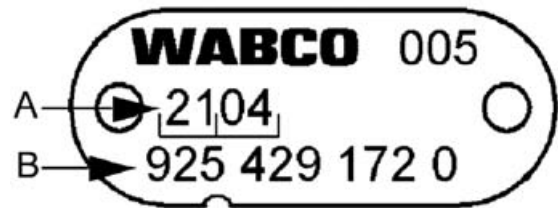

Рис. 1. Идентификационная пластина. А = Дата производства: неделя/год. В = Продукционный номер.
- Определите номер аппарата по его идентификационной пластине (см. рис. 1)
- Обратите внимание на дату производства ремонтируемого аппарата (см. рис. 1)